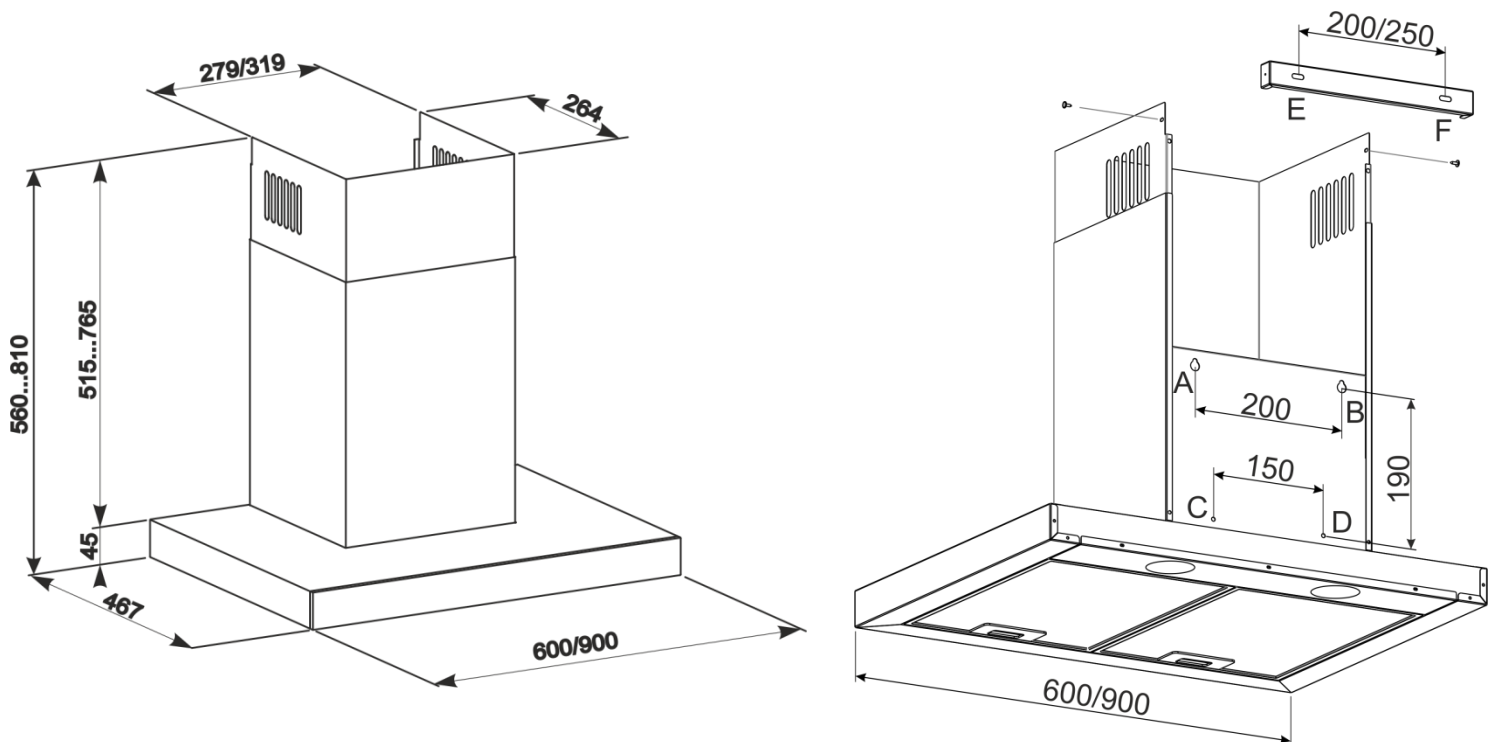

Рис.4
6.4 Проведіть розмітку кріпильних отворів корпусу на стіні кухні. Для цього виготовте паперовий шаблон з координатами 4-х отворів на задній стінці корпусу (точки А, В, С, D див. схема монтажу); прикладіть шаблон до стіни на необхідній висоті, що вказана вище, і вирівняйте його по рівню (рис.4).